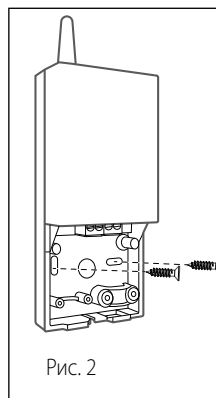

Рис. 2
- Закрепите основание ретранслятора на стене в выбранном месте с помощью дюбелей и шурупов из комплекта поставки (Рис. 2).